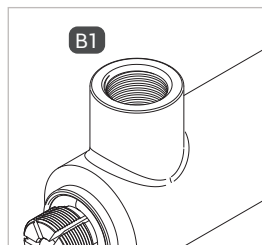

Figure 1
- ▶ Vissez hermétiquement l'entrée fluide « B1 » à l'embout de raccordement de la conduite de fluide (Figure 1). Voir le tableau ci-dessous pour les couples de serrage. Couple de serrage du filetage dans la partie inférieure, voire le tableau page 19.